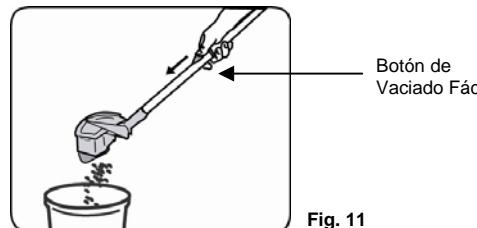

Fig. 11
- Levante el recipiente de la tierra, que está conectado al mango. Sosténgalo sobre un cesto de basura y presione el botón para vaciarlo ubicado en el mango. (Fig. 11)